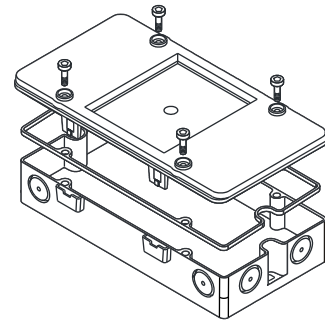

Fig. 4
5. Fixe a tampa adicional com 4 parafusos (Fig. 4).